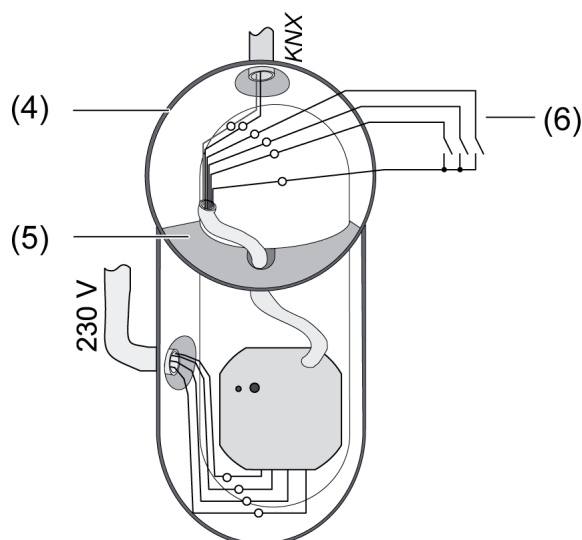

Bild 5
**Buss-/biapparats- och nätspänningsklämmorna får inte placeras i samma anslutningsutrymme. Använd apparatdosor med fast skiljevägg (bild 5) eller separata dosor.**